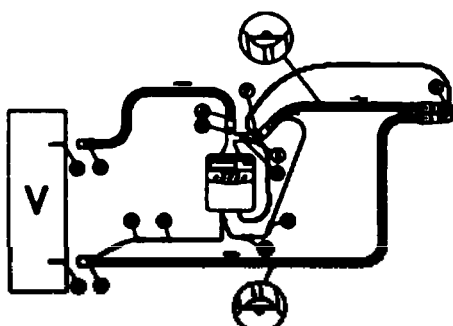

Рисунок 3
10. Если используется двойной дыхательный контур для увлажнителя HUDSON RC1™ (рис. 3), следует применять два адаптера. Соединение осуществляется следующим образом: ♦ голубой электрический коннектор магистрали вдоха (G) с помощью адаптера присоединяется к короткому концу кабеля увлажнителя с голубым коннектором (G1); ♦ желтый электрический коннектор магистрали выдоха (H) с помощью адаптера присоединяется к длинному концу кабеля увлажнителя с желтым коннектором (H1).